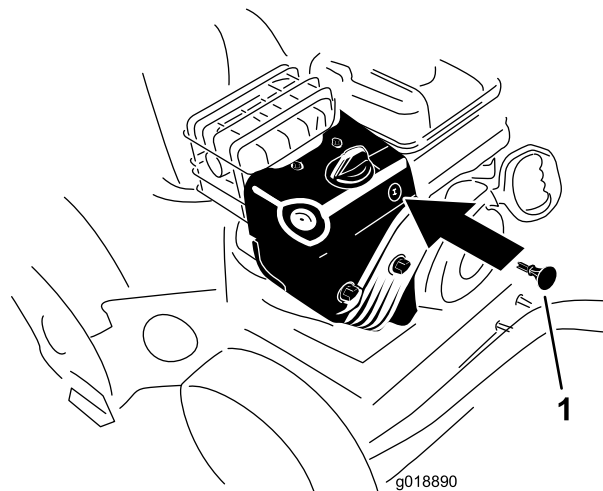

Figure 22
3. Insérez la clé de contact dans le commutateur d'allumage (Figure 22).